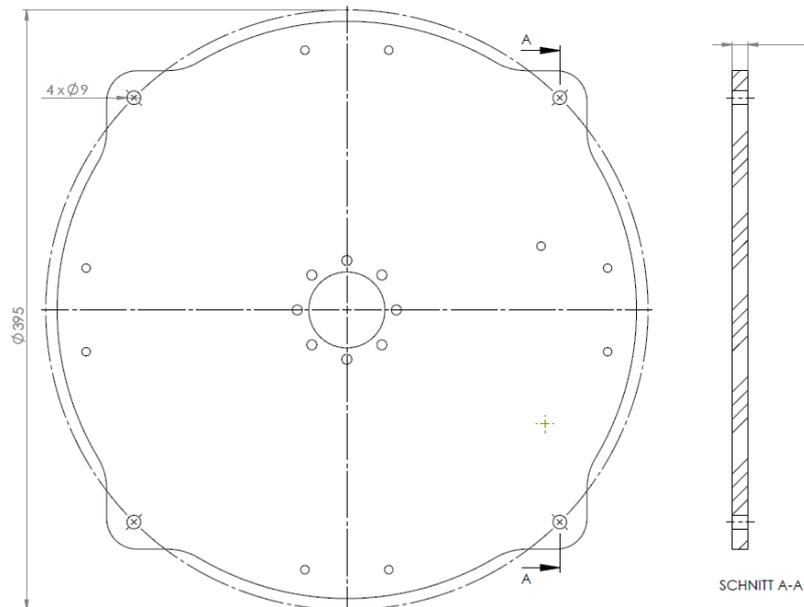

Abb. 6-2: Bohrbild des Sockels
- ▶ Bereiten Sie die Montagefläche entsprechend des Bohrbildes vor (s. Abb. 6-2).